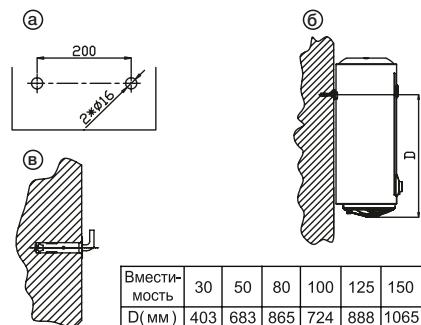

Рис. 2
2. После выбора места монтажа определите места под два крепежных болта с крюками (в зависимости от спецификации выбранного изделия). Электродрелью просверлить два отверстия в глухой стене диаметром 16 мм на расстоянии 200 мм. Расстояние между отверстиями выдержать в соответствии с рисунком 2а. При определении высоты отверстий необходимо учесть положение на стене водопроводных соединений, тип водопроводных труб и расстояние от крепления до низа нагревателя (см. рис. 2б).
3. Вставить распорные болты в отверстия и убедиться, что крюк направлен вверх (см. рис. 2в).